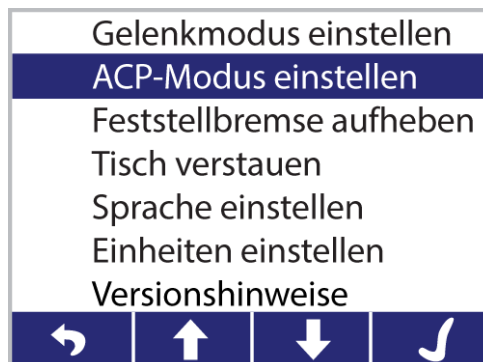

Abbildung 30: Auswählen der Option ACP-Modus einstellen
2. Durch Drücken der **Abwärtspfeil**-Bildschirmtaste **ACP-Modus einstellen** (Abbildung 30) auswählen. Die zum Häkchen gehörige Bildschirmtaste drücken.